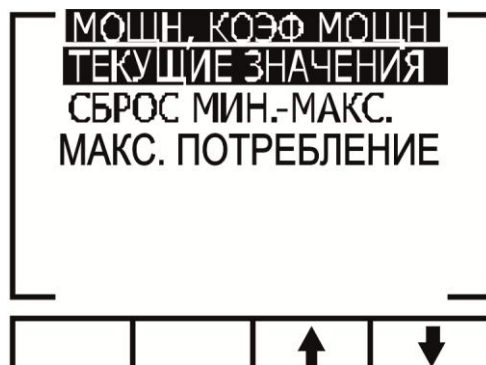

Рис. 29
2. Нажмите Enter, на дисплее появится экран вывода значений мощности и коэффициента мощности (рис. 29):